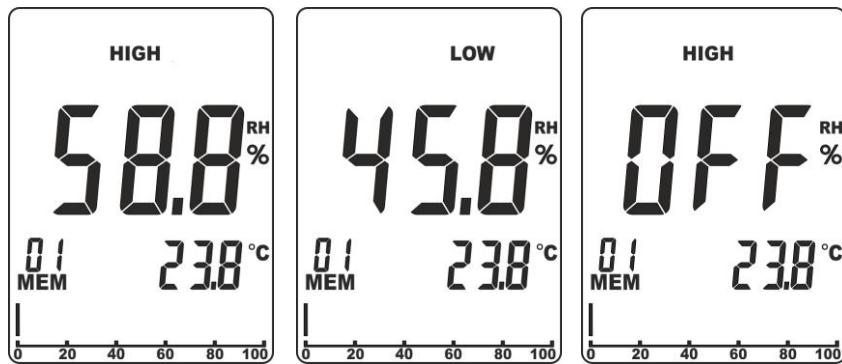

Fig. 5: Configuração do patamar de alarme na medição %RH
1. Premir simultaneamente durante alguns segundos os botões **RH%** e **MODE/ZERO**. O símbolo “HIGH” aparece na parte superior do display (ver Fig. 5 – parte esquerda)
2. Usar os botões seta **◀** ou **▶** para configurar o valor do patamar Máximo no intervalo: **0.1% ÷ 99.9%**. Nestas condições, o instrumento emitirá um som **intermitente** por valor medido da humidade superior ao patamar configurado. Selecionar a opção “**OFF**” para desativar o alarme (ver Fig. 5 – parte direita).
3. Premir o botão **MEM/ALM** para confirmar e passar para a configuração do patamar Mínimo. O símbolo “**LOW**” é apresentado na parte superior do display (ver Fig. 5 – parte central).